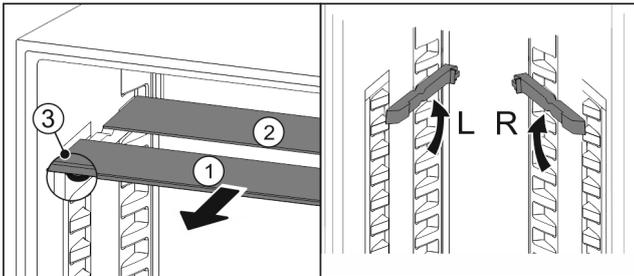

Fig. 52
- ▶ Sortir les tablettes par l'avant Fig. 52 (1).
- ▷ La tablette en verre Fig. 52 (1) avec bordure décorative est située à l'avant.
- ▷ Les butées Fig. 52 (3) sont orientées vers le bas.